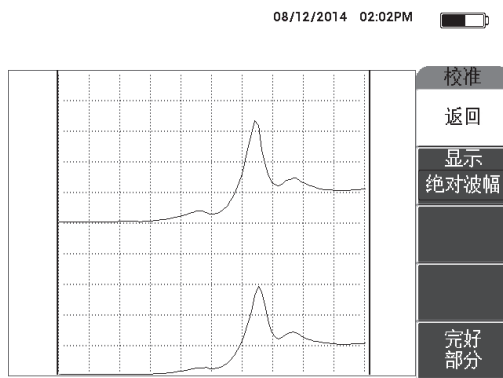

图 6-64 无缺陷区域的信号
5. 在没有缺陷的区域上按住探头，然后按**完好部分**（E 键）（参见第 167 页的图 6-64）。